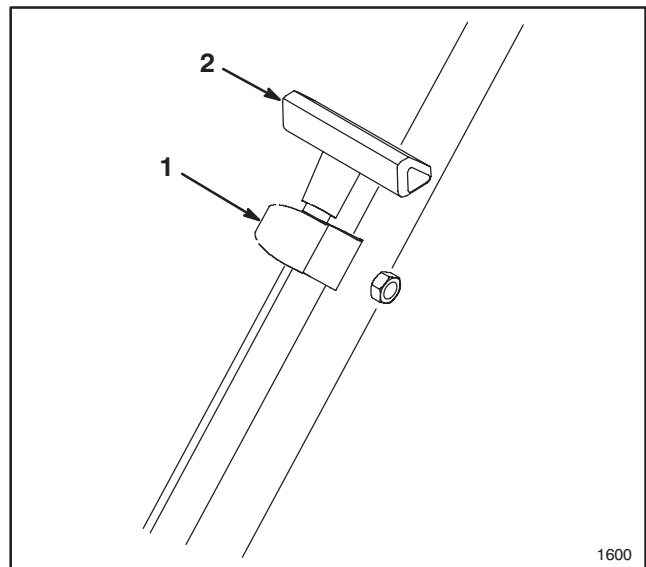

Abbildung 2
1. Starterseil durch die Seilführung am Griffholm einfädeln (Abb. 2). Um das Aufwickeln des Seils zu erleichtern, Betätigungsbügel am Griffgestänge betätigen, um die Messerbalkenbremse zu lösen.